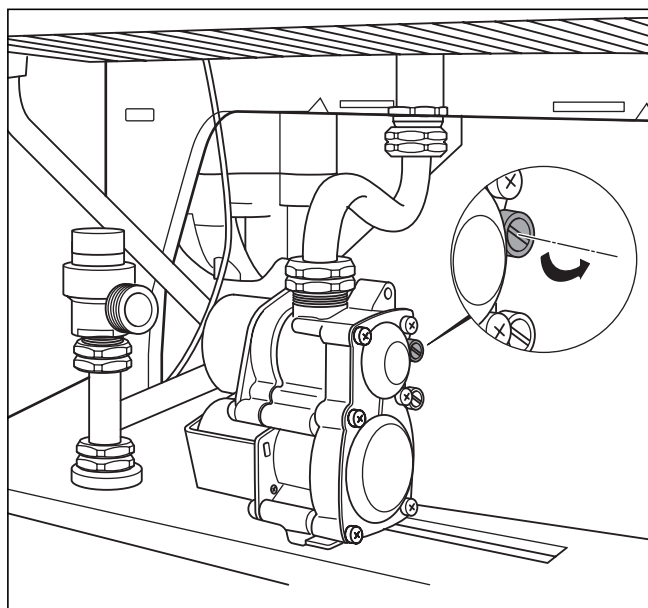

Fig. 6.4 Bocchettone per la misurazione della pressione del bruciatore
- Svitare la vite di tenuta del bocchettone per la misurazione della pressione del bruciatore (vedere Fig. 6.4 Bocchettoni per la misurazione della pressione del bruciatore).